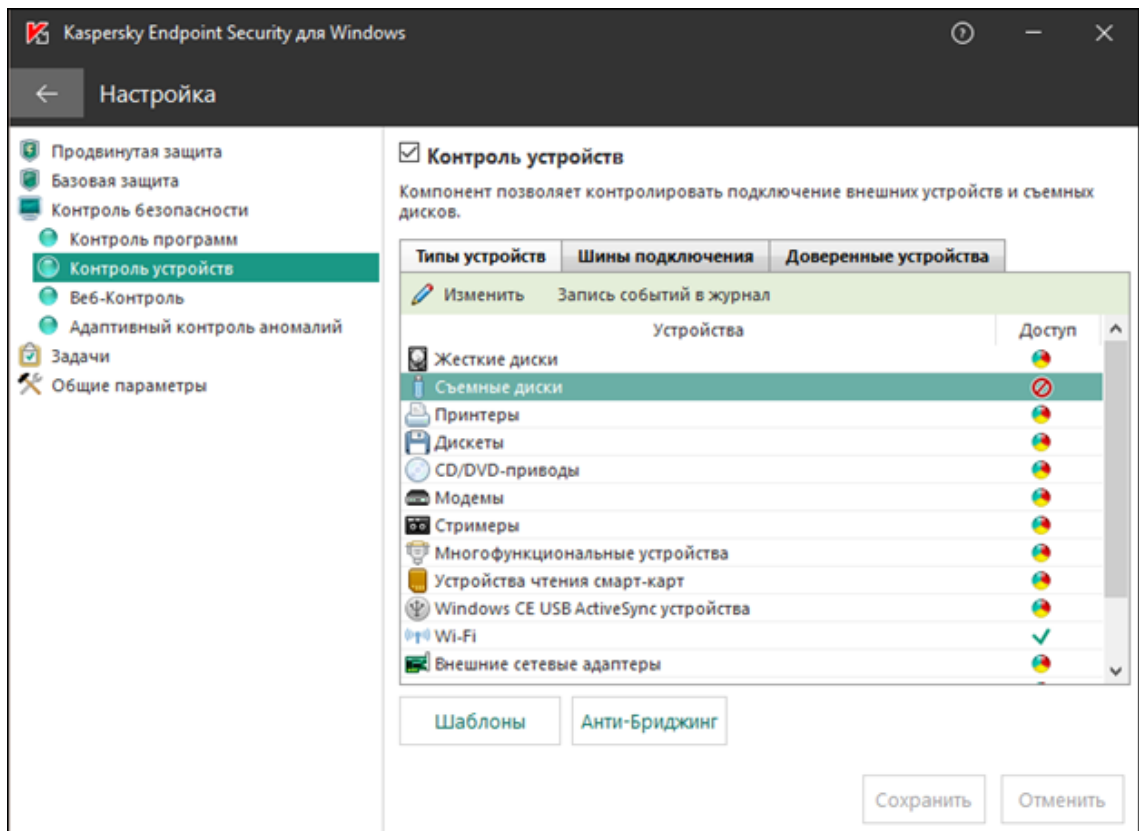

Рисунок 473 - Контроль устройств
- g. Если необходимо, настройте контроль подключения внешних устройств и съемных дисков во вкладке **Контроль устройств** (Рисунок 473). Аналогичную процедуру можно сделать для запуска программ во вкладке **Контроль программ**.